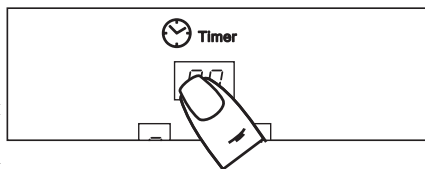

Рис.19
2. Перевести таймер в режим управления касанием зоны «^⑤». В окне индикации программируемой конфорки высветится ноль (рис. 19).